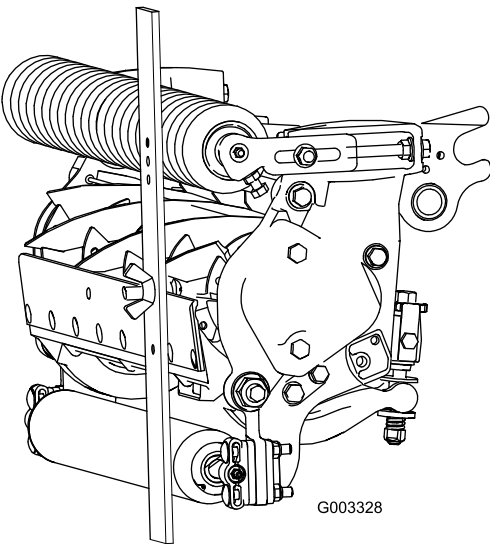

Figura 21
3. Enganche la cabeza del tornillo sobre el filo de la contracuchilla y apoye el extremo trasero de la barra sobre el rodillo trasero (Figura 21).
4. Gire el tornillo de ajuste hasta que el rodillo delantero entre en contacto con la barra de ajuste (Figura 21). Ajuste ambos extremos del rodillo hasta que el rodillo esté paralelo a la contracuchilla en toda su longitud.